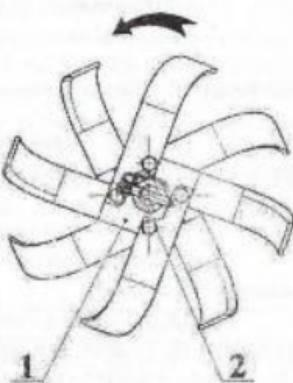

Рисунок 10 – Направление
2) Расположите фрезы так, чтобы положение острых кромок ножей было направлено по движению мотоблока (рисунок 10);
4.8.5 Установите блоки культиватора так, чтобы при движении мотоблока острые кромки ножей культиваторов располагались по ходу вращения выходного вала редуктора (рисунок 10). Совместите отверстия во втулке блоков культиватора и выходного вала редуктора, вставьте стопор и зафиксируйте его.